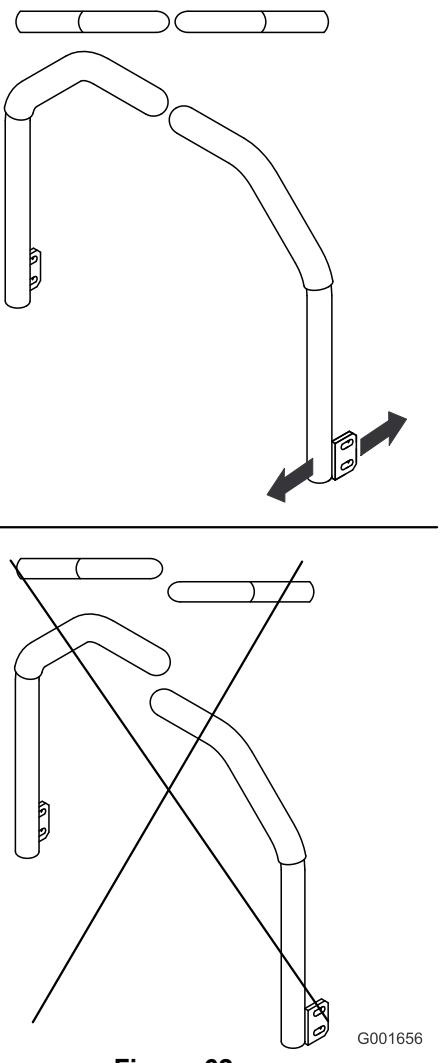

Figura 62
5. Regolate le leve di controllo in modo che siano allineate (Figura 62), e serrate i bulloni, fissando le leve alle colonne.